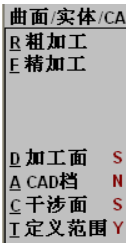

图 1-75 加工方式选择
- 1) 在主菜单区单击“刀具路径”“曲面加工”，将加工面方式改为：S，CAD 档改为：N，干涉面改为：S，定义范围改为：Y，如图 1-75 所示。